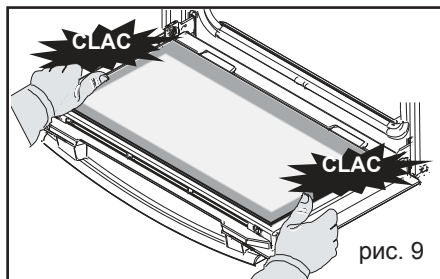

рис. 9
- Закрепите раму на двери. Не нажимайте на раму. (рис. 9)